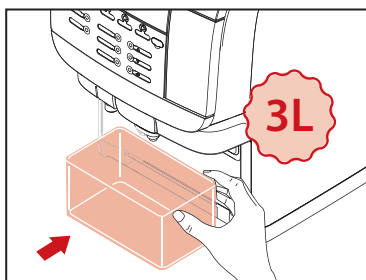

图 9
9. 在咖啡机出水口下方放一个 3 升清洁容器，收集所有清洁水（参见图 9）。
9. 将牛奶抽吸管插入清洁容器（参见图 9）。
9. 冲洗或清洗后，擦干牛奶罐和盖子（参见图 9）。